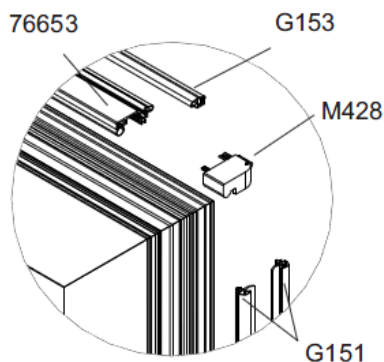

**Fig. 2** Guarnizione laterale **G151**
10. Inserire le guarnizioni **G151** lateralmente nell'anta (Fig. 2).